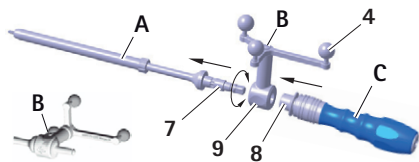

Fig. 6 Montaggio dell'unità a stella di riferimento ("precalibrata") e dell'impugnatura S⁴C sul filettatore S⁴C
- Rilasciare la boccola di chiusura 8, vedere Fig. 6. Controllare che l'impugnatura S⁴C sia inserita.